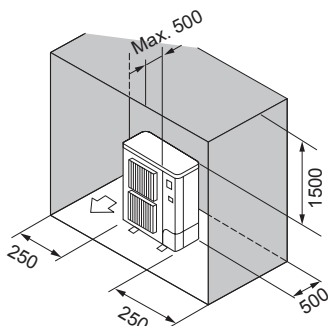

Fig. 2-11
- ⑥ Solo ostacoli posteriori, laterali e superiori (Fig. 2-11)